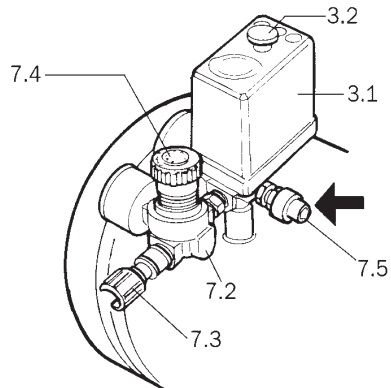

fig. 7
**B** - Afwijkende werking van de drukreducer 7.2 (fig. 7).
### **Ingrep van de veiligheidsslagklep 7.5 onder de voorbepaalde drukgrenzen (fig. 7)**